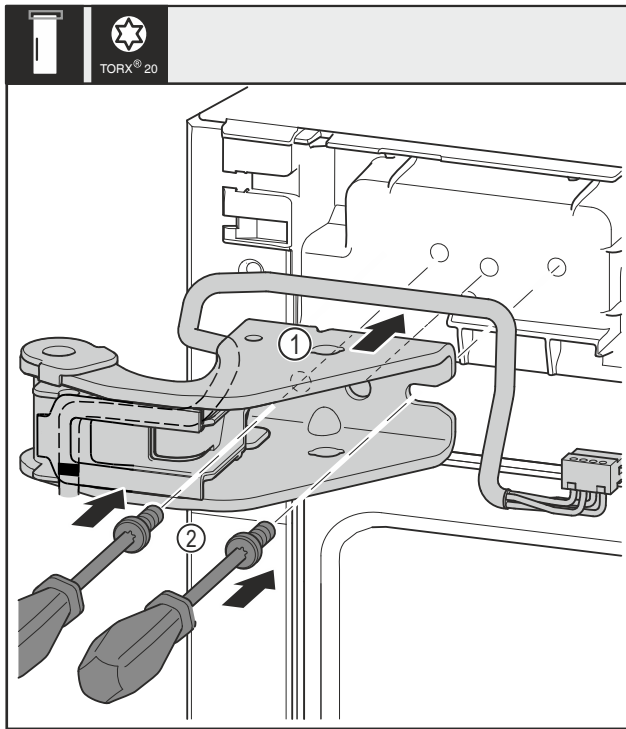

Fig. 32
- ▶ Oberen Lagerbock Fig. 32 (1) ansetzen.
- ▶ Schrauben Fig. 32 (2) mit Schraubendreher einsetzen und festdrehen.